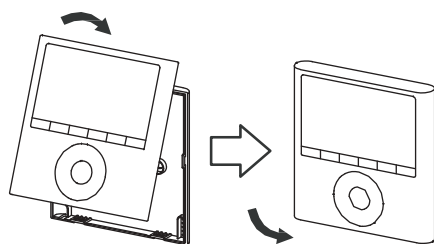

Fig. 3-7
- Depois de colocar e ajustar a parte frontal do controlador, evite que os fios se desliguem. (Fig. 3-7)